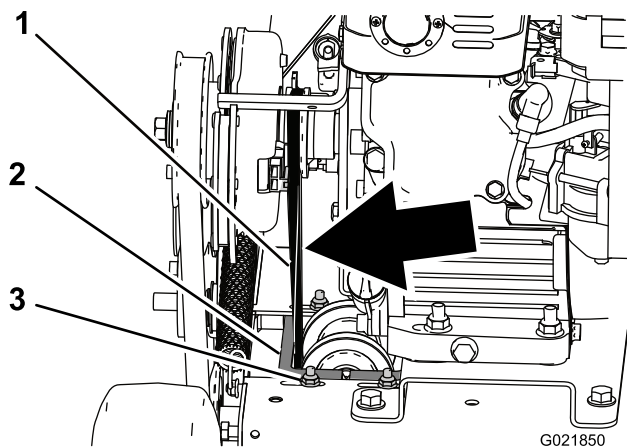

Figure 24
4. Contrôlez la tension de la courroie. Elle doit présenter une flèche maximale de 6 mm (1/4 po) quand une pression modérée est exercée sur le brin juste au-dessus du cadre de la machine (Figure 24).
5. Pour tendre la courroie, desserrez les 4 écrous et boulons qui fixent le support de poulie au cadre et déplacez le support vers la gauche, ce qui tend la courroie, puis resserrez les 4 écrous et boulons (Figure 24).